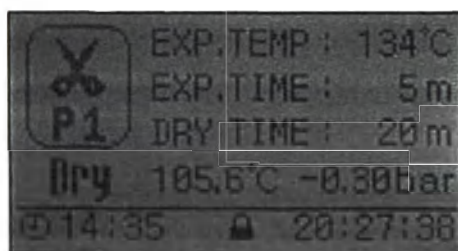

Рис. 14: Вид дисплея этапа сушки
По завершении этапа вентиляции цикл переходит к этапу сушки. При этом в строке этапа цикла на ЖК-дисплее появляется метка [Dry], как показано на Рис. 14. Начинают действовать вакуумный клапан (SV2) и вакуумный насос (VP), создавая в камере разрежение. Когда давление в камере уменьшается до заданного значения, вакуумный клапан (SV2) и вакуумный насос (VP) прекращают свою работу, после чего открывается клапан (SV3) через который в камеру поступает отфильтрованный воздух (фильтр HEPA). Когда давление в камере увеличивается до заданного уровня, вакуумный клапан (SV2) и вакуумный насос (VP) снова начинают действовать, создавая в камере разрежение.